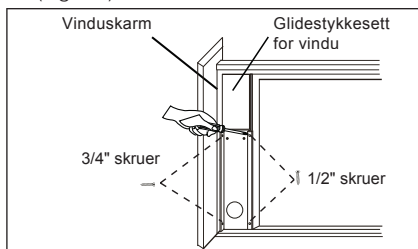

Fig. 20
3. Lukk glidekarmen forsvarlig inntil glidestykket (Fig. 20)
4. Skru inn 1/2" skruer for å sikre glidestykket til vindusrammen. (Fig. 20)
5. Skru inn to 3/4" skruer for å sikre glidestykket til vinduskarmen. (Fig. 20)